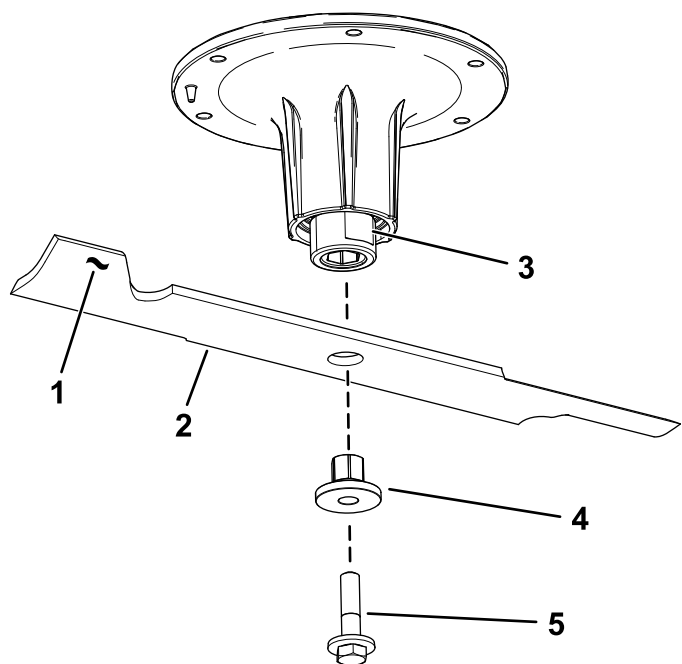

Figura 107
2. Rimuovete il bullone della lama, la boccola e la lama dall'albero del fusello (Figura 107).